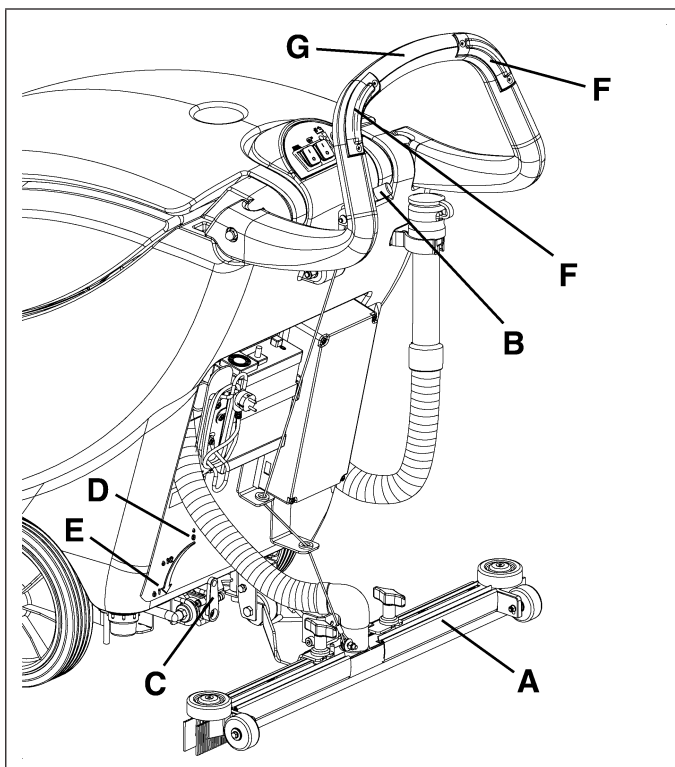

Figure 15
2. Bajar la boquilla (A, Fig. 15) empujando la palanca (B) hacia abajo.
3. Colocar la palanca de ajuste de flujo de la solución detergente (C, Fig. 15) en una de las siguientes posiciones posibles, según el tipo de lavado de efectuar:
- Sistema ECO: llevando la palanca (C, Fig. 15) en la posición "ECO" (D), la máquina trabaja en una condición particular (economy) de utilización programada del agua; en efecto con un flujo predeterminado y constante, la máquina puede trabajar con una autonomía de limpieza de 70-80 minutos [0.08 galones/min (0.3 litros/min)].
- Sistema variable: girando la palanca hacia la izquierda en la parte relacionada con el flujo variable, es posible aumentar el flujo hasta una capacidad máxima de 0.26 galones/min (1 litro/min), en correspondencia de la posición (E, Fig 15).
5. Con las manos sobre el manillar (G, Fig. 15), poner en marcha la máquina apretando uno o ambos los interruptores de consenso (F).
6. Soltar los interruptores (F, Fig. 15).
8. Levantar la boquilla empujando la palanca hacia arriba hasta el tope (B, Fig. 15).